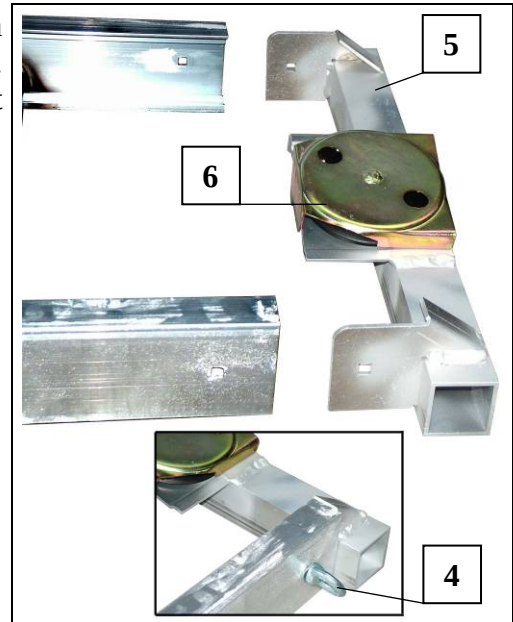

Fig. 20 Kopstuk monteren
- Aan het uiteinde van het ladderdeel het kopstuk (5) erop zetten en vastschroeven. - De kabelschijf wijst naar boven (zie Fig. 20).